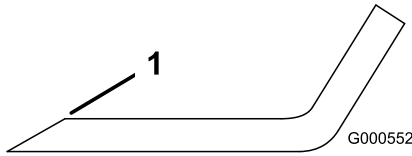
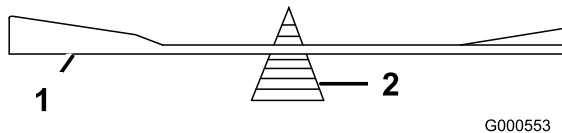

Figure 38
Figure 39
1. Au moyen d'une lime, aiguissez les tranchants aux deux extrémités de la lame (Figure 38) en veillant à conserver l'angle de coupe d'origine. Limez la même quantité de métal sur chacun
2. Vérifiez l'équilibre de la lame en la plaçant sur un équilibreur (Figure 39). Si la lame reste horizontale, elle est équilibrée et peut être utilisée. Si la lame est déséquilibrée, limez un peu l'extrémité de la partie incurvée seulement (Figure 38). Répétez la procédure jusqu'à ce que la lame soit équilibrée.